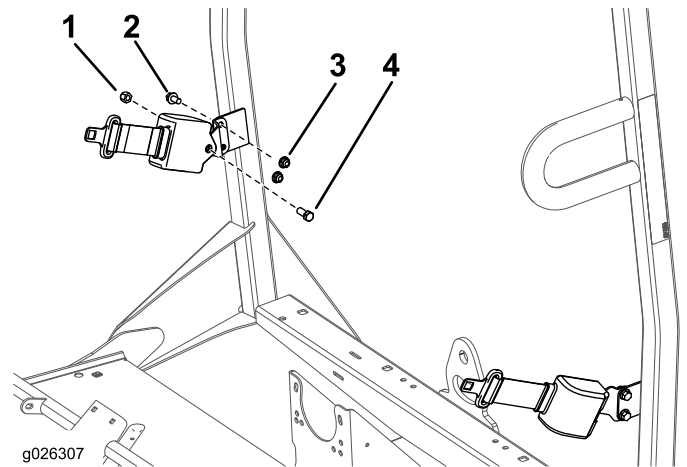

Bild 7
1. Befestigen Sie eine Sicherheitsgurt-Ankerhalterung mit zwei Schrauben (3/8") und zwei Muttern (3/8") an jeder Überrollschutznase, siehe Bild 7.
2. Befestigen Sie das zurückziehbare Ende jedes Sicherheitsgurts mit einer Schraube (7/16") und Mutter (7/16") an jeder Sicherheitsgurt-Ankerhalterung (Bild 7).